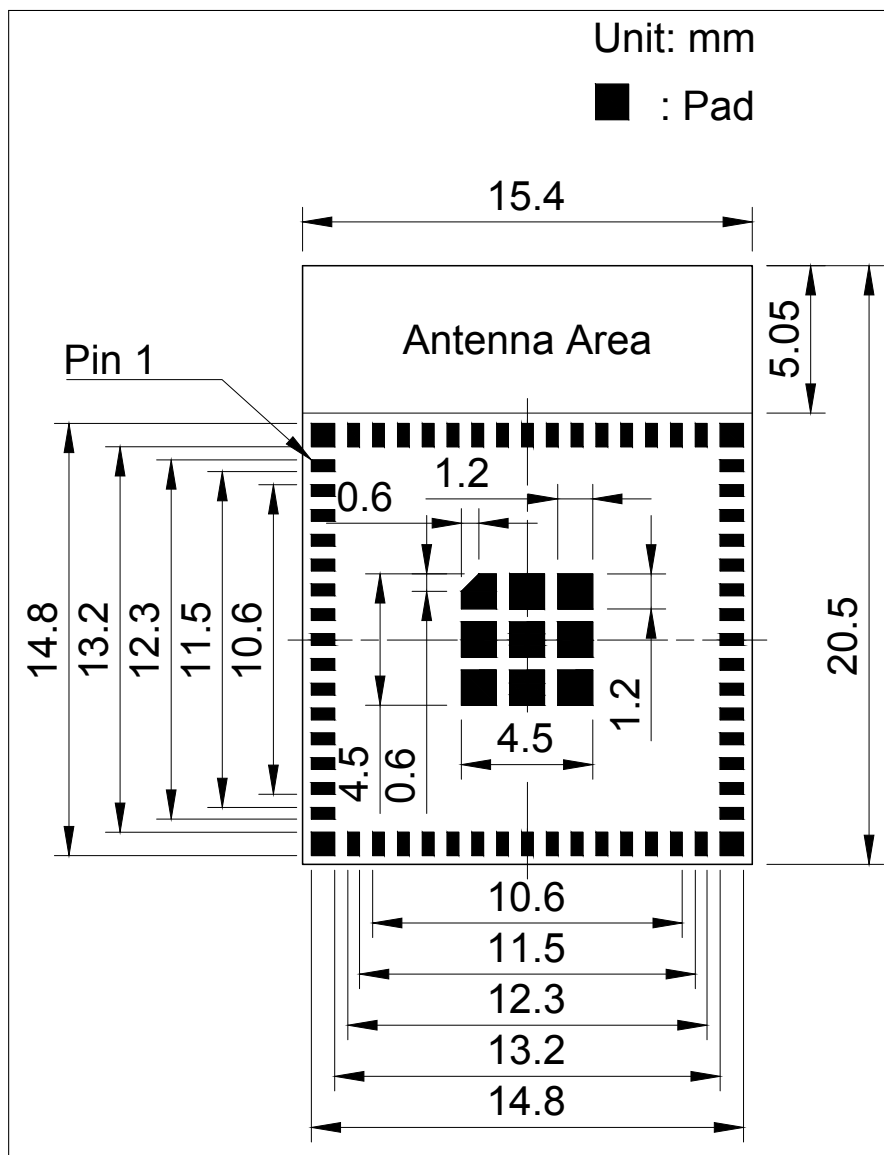
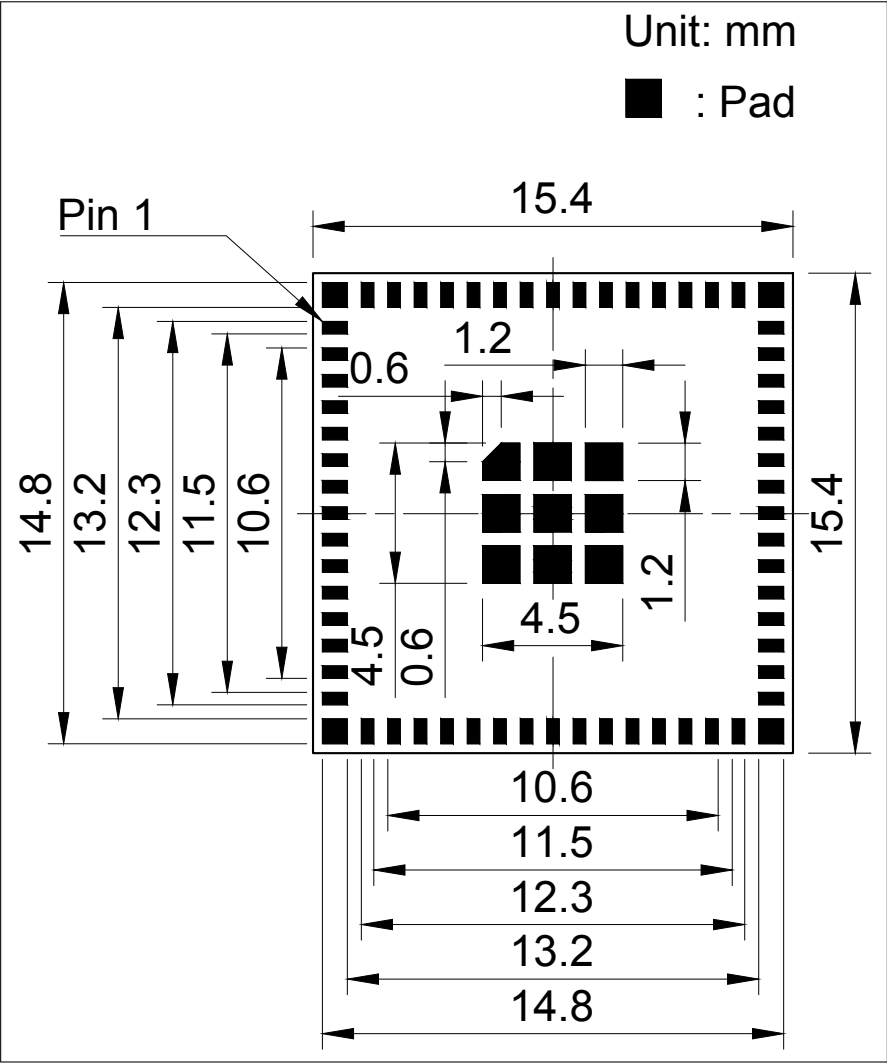

图 10: ESP32-S2-MINI-2 推荐 PCB 封装图形
图 11: ESP32-S2-MINI-2U 推荐 PCB 封装图形
- 推荐 PCB 封装图，标有 PCB 设计所需的全部尺寸。详见图 10 *ESP32-S2-MINI-2 推荐 PCB 封装图形* 和图 11 *ESP32-S2-MINI-2U 推荐 PCB 封装图形*。
- 推荐 PCB 封装图的源文件，用于测量图 10 和 11 中未标注的尺寸。您可用 Autodesk Viewer 查看 ESP32-S2-MINI-2 和 ESP32-S2-MINI-2U 的封装图源文件。